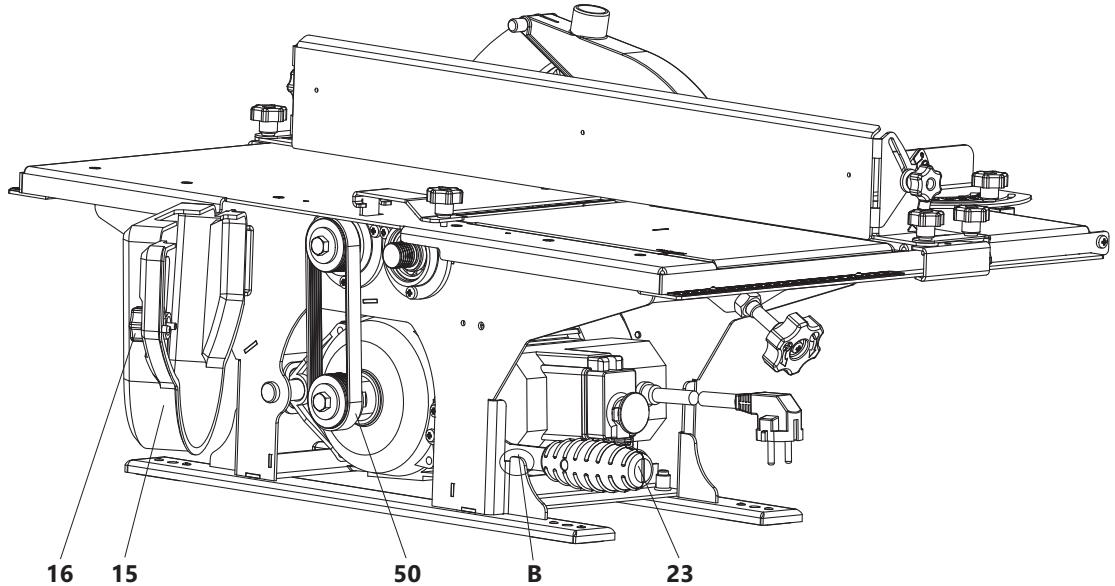

Рисунок 11. Установка приводного ремня
- выкрутить винт-барашек 16 и отвернуть в сторону кожуха защиты ремня 15 (рис. 11);